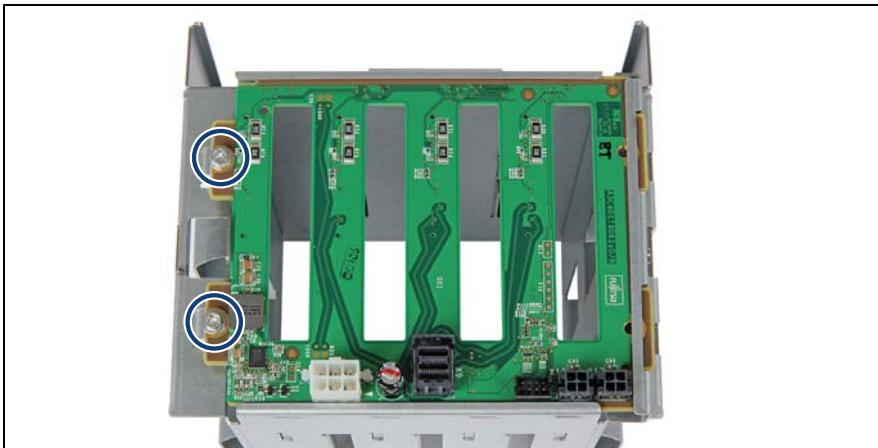

図 164: HDD バックプレーンの取り外し (A)
- ▶ HDD バックプレーンを 2 本のネジで固定します（図 164 を参照）。